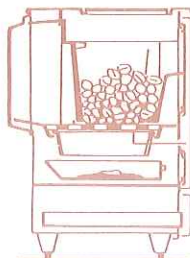

Fig. 1
- Plaque foyer arrière et plaque avant charbon en place (Fig. 1)